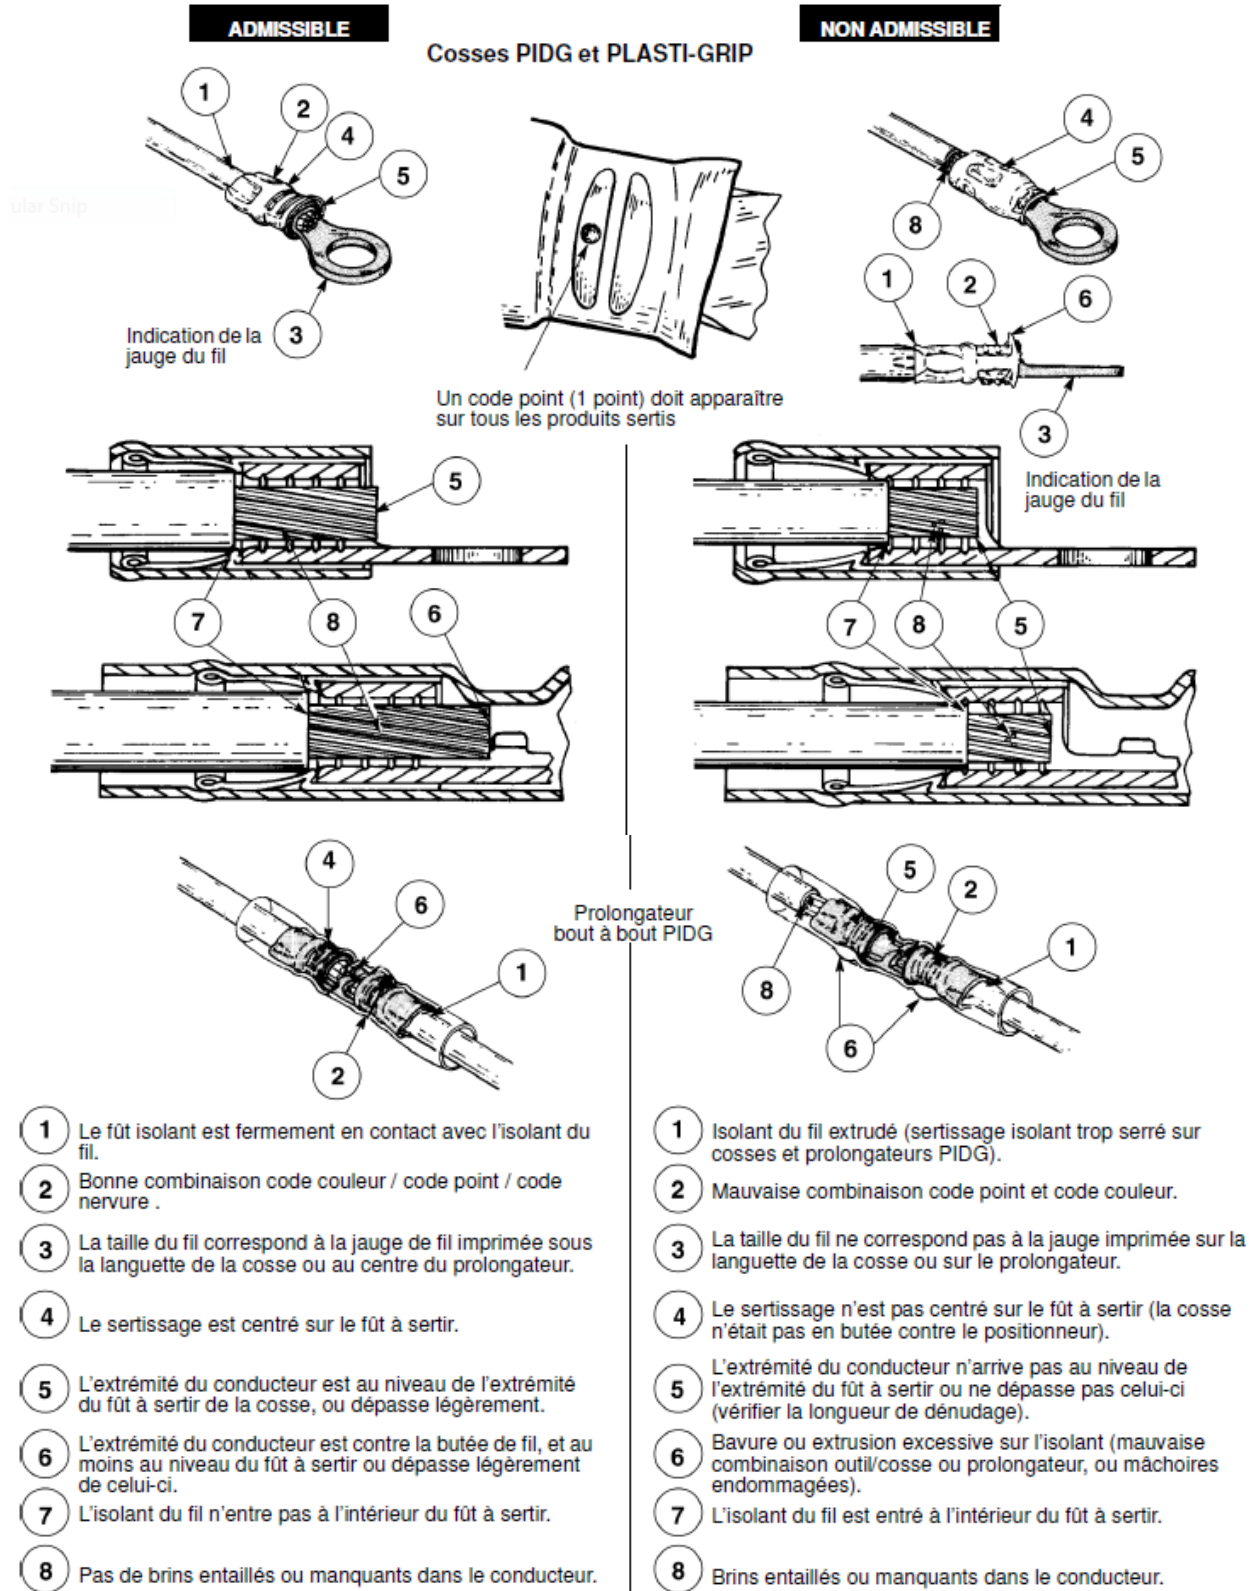

Figure 7
- Contrôler le sertissage pour s'assurer qu'il est bien conforme aux Figure 7 et 8. Les cosses qui ne remplissent pas les conditions NE doivent pas être utilisées.
- Contrôler le sertissage pour s'assurer qu'il est bien conforme aux Figure 7 et 8. Les prolongateurs qui ne remplissent pas les conditions NE doivent pas être utilisés
8. Contrôler le sertissage pour s'assurer qu'il est bien conforme aux Figure 7 et 8. Les capuchons qui ne remplissent pas les conditions indiquées NE DOICENT PAS être utilisés.